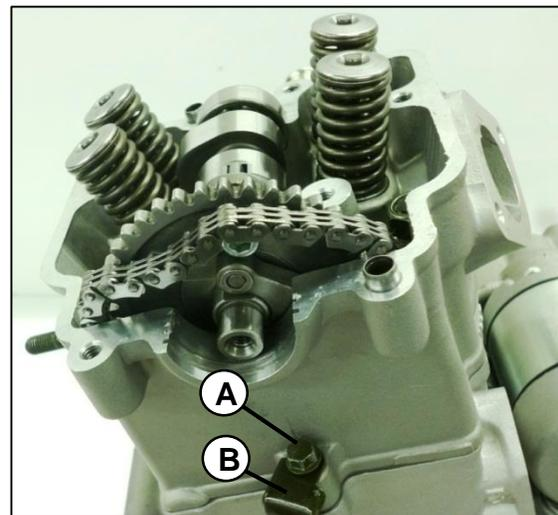

Fig. 23
Remueva el tornillo (A) con la guía (B) manguera de desfogue. Fig. 23